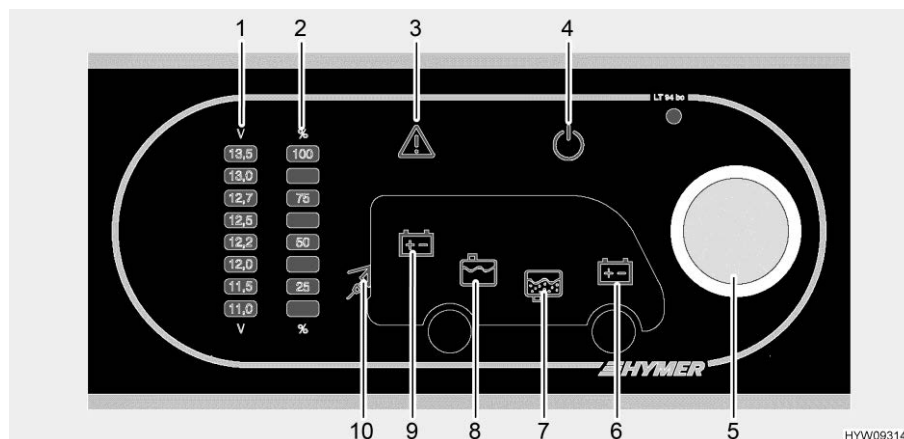

Fig. 134 Pannello di controllo (LT 94)
Il pulsante a rotazione (Fig. 134,5) inserisce o disinserisce il pannello di controllo e l'alimentazione a 12 V dell'abitacolo.
**Accensione:** ■ Premere il pulsante a rotazione (Fig. 134,5): L'alimentazione a 12 V dell'abitacolo è inserita. La spia di controllo a 12 V (Fig. 134,4) diventa verde.
**Spegnimento:** ■ Premere il pulsante a rotazione (Fig. 134,5): L'alimentazione a 12 V dell'abitacolo è disinserita. La spia di controllo a 12 V (Fig. 134,4) si spegne.
Mediante il pulsante a rotazione (Fig. 134,5) si possono interrogare sia la tensione della batteria dell'abitacolo che la tensione della batteria di avviamento. La tensione viene visualizzata sulla scala indicatore per la tensione della batteria (Fig. 134,1).
- Ruotare il pulsante a rotazione (Fig. 134,5), finché si accende il simbolo della batteria della quale deve essere interrogata la tensione.
Viene indicata la tensione della batteria dell'abitacolo (Fig. 134,9)
Viene indicata la tensione della batteria di avviamento (Fig. 134,6)
- Leggere la tensione sulla scala indicatore della tensione della batteria (Fig. 134,1).
Mediante il pulsante a rotazione (Fig. 134,5) si possono interrogare sia il livello del serbatoio dell'acqua che il livello del serbatoio delle acque grigie. Il livello viene visualizzato sulla scala indicatore livello dei serbatoi (Fig. 134,2).
- Ruotare il pulsante a rotazione (Fig. 134,5), finché si accende il simbolo del serbatoio del quale deve essere interrogato il livello.
Viene indicato il livello del serbatoio dell'acqua (Fig. 134,8)
Viene indicato il livello del serbatoio delle acque grigie (Fig. 134,7)
- Leggere il livello sulla scala indicatore del livello serbatoio (Fig. 134,2).
La spia luminosa Alarm (Fig. 134,3) lampeggia non appena i valori limite fissati vengono superati per eccesso o per difetto.
La spia luminosa Alarm (Fig. 134,3) lampeggia non appena la tensione della batteria scende al di sotto di 11 V. Se l'alimentazione a 12 V è accesa, si accende anche il relativo simbolo della batteria (Fig. 134,6 o 9), e l'indicatore "11,0" sulla scala indicatore della tensione della batteria (Fig. 134,1) lampeggia. Rischio di uno scaricamento totale della batteria.
La spia luminosa Alarm (Fig. 134,3) lampeggia ed il relativo simbolo del serbatoio (Fig. 134,7 o 8) si accende non appena il serbatoio dell'acqua è vuoto o il serbatoio delle acque grigie è pieno.
La spia di controllo a 230 V (Fig. 134,10) si accende quando all'ingresso della centralina elettrica è presente una tensione di rete.